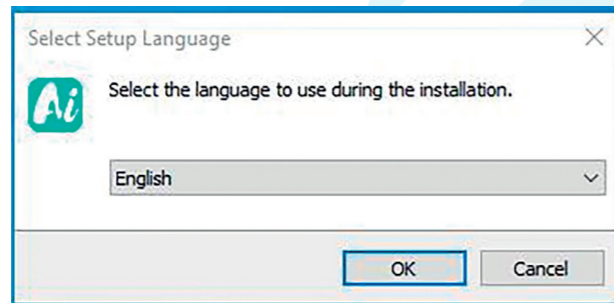

Figura 3
4.1.2 Selecione «Setup Language» (Configurar idioma), conforme mostrado na Figura 3: